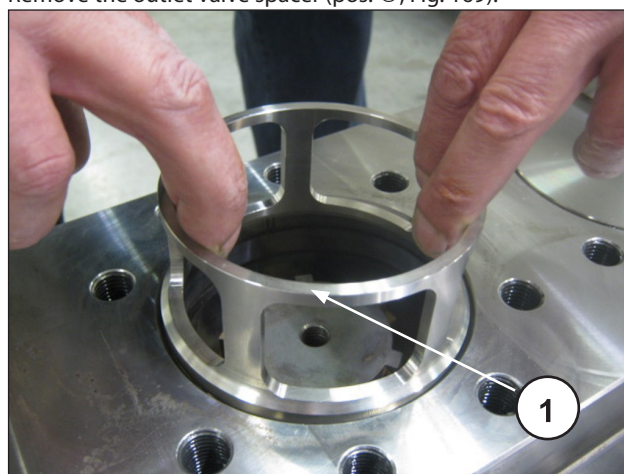

Fig. 169
Remove the outlet valve spacer (pos. ①, Fig. 169).